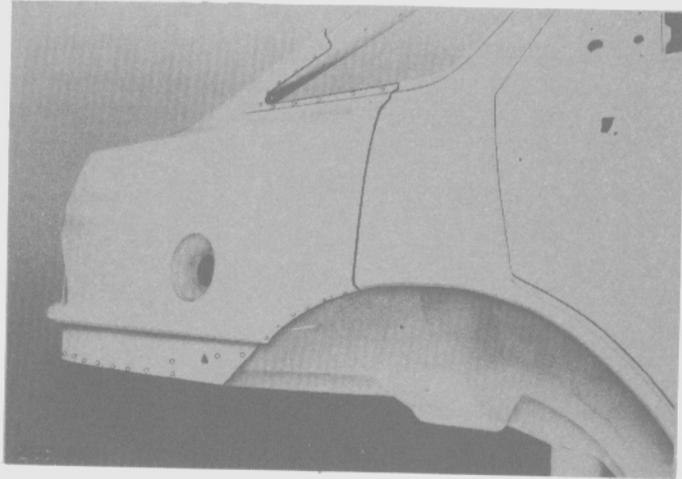

Fig. 222
- Perforar los puntos de soldadura en la unión con el marco de la ventanilla, el pasarruedas, el panel del piso y el panel trasero (Fig. 222).